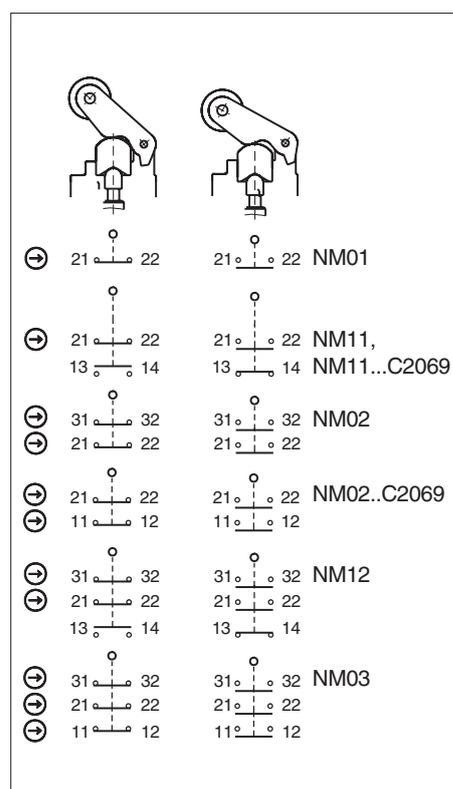

Fig. 3: Elementos interruptores y funciones de conmutación
Debe usarse como mínimo un contacto ☹. Este señala la posición del resguardo (para la asignación de contactos, consulte la Fig. 3).
3. Apriete las conexiones y bornes con 0,5 Nm (para la asignación de contactos, consulte la Fig. 3).